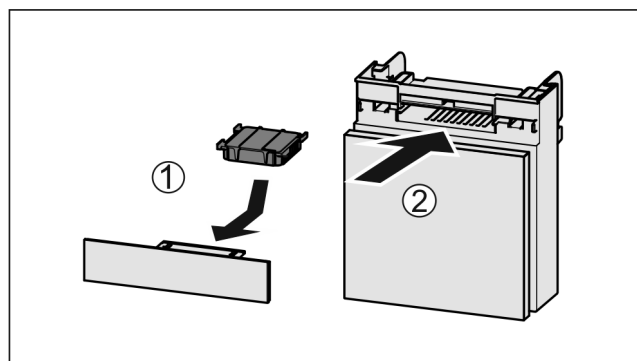

Fig. 213
- Sätt in Fig. 213 (1) aktivtkolfiltret enligt bilden.
- Skjut in Fig. 213 (2) lådan.